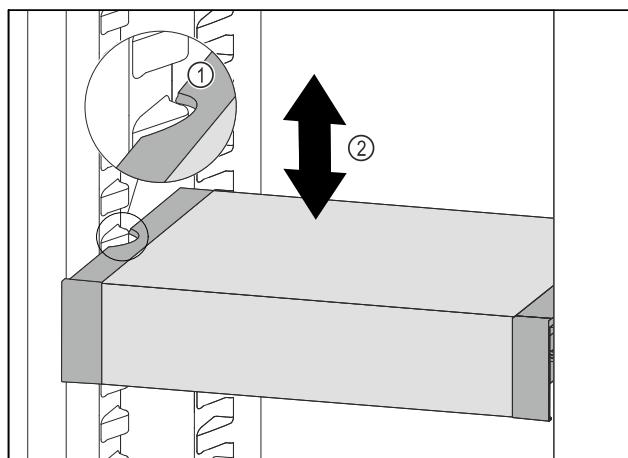

Fig. 137
- ▶ Издигнете VarioSafe напред, докато страничните прорези на VarioSafe се намират на височината на реброто на съда в хладилната част. Fig. 137 (1)
- ▶ Преместете VarioSafe нагоре или надолу в хладилната част, докато се достигне желаната височина. Fig. 137 (2)